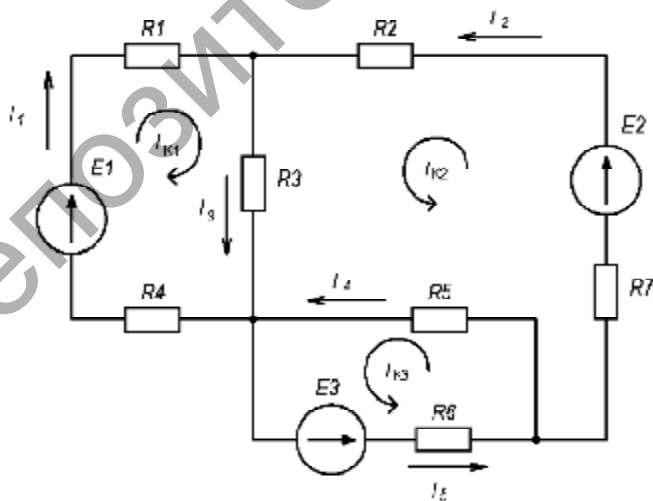

Рисунок 1.41
**Решение.** На электрической схеме зададим направления контурных токов  $I_{k1} \dots I_{k3}$  (рис. 1.41).